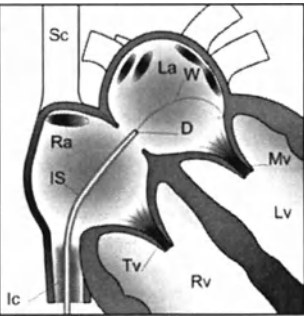
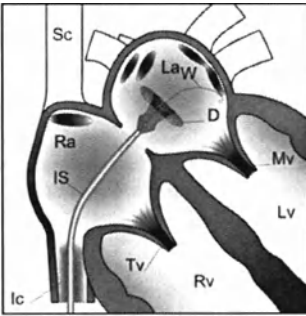

Рис. 15
Рис. 16
- Продвигайте толкатель (Р), пока устройство не достигнет конца имплантационного длинного интродьюсера (IS)(рис. 15).
- Под контролем рентгеноскопии проверьте положение длинного интродьюсера (IS) и имплантата.
- Медленно продвигайте толкатель (Р), пока при визуализации в левом предсердии не покажется обратная сторона дистального диска (рис. 16).